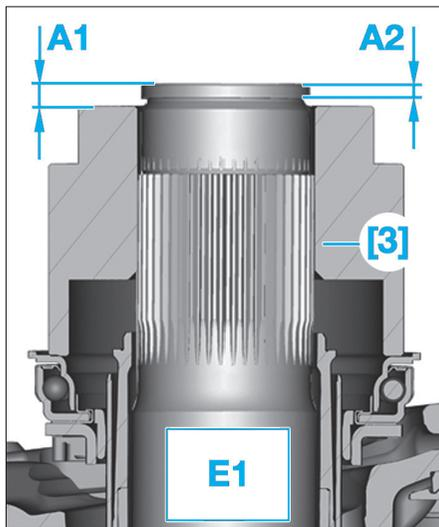
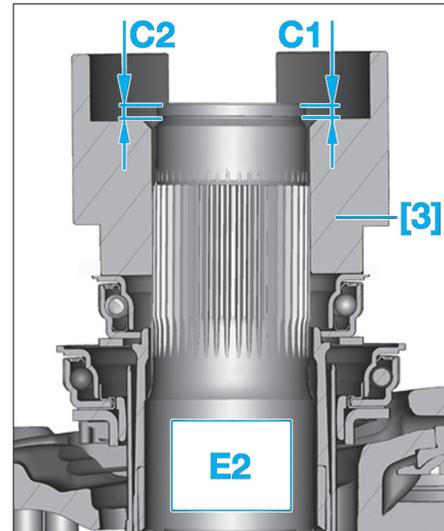

Fig. 8
Fig. 10
- Reprendre les valeurs (B) calculées précédemment pour la butée d'embrayage E1.
- A l'aide de la règle et du comparateur [2] mesurer la valeur C1 et C2 (Fig.10).
- Cote (B) = $(B1+B2)/2 = (2,61+2,81)/2 = 2,71$ mm
- Effectuer la même opération de mesure par rapport à la cale étalonnée [3] (Fig.8).